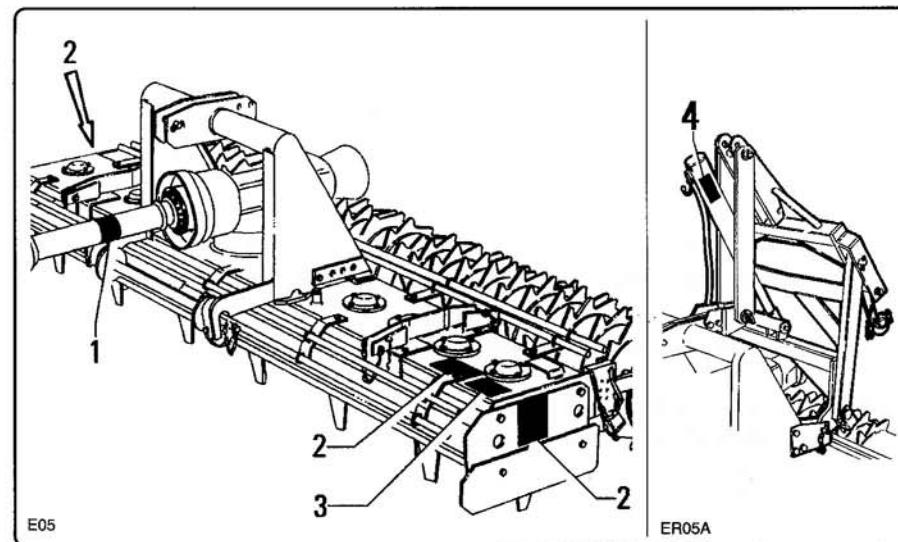

fig. 2.9.1
ricolo (fig. 2.9.1)
#### 2.9 - Warning and danger plates and stickers (fig. 2.9.1)
*Fig. 2.9.1 show the stickers in question.*
#### 2.9- Plaques et étiquettes de recommandation et de danger (fig. 2.9.1)
*Dans la fig. 2.9.1 sont illustrées les plaques présentes sur le broyeur.*
#### 2.9 - Schilder und Aufkleber mit Warn- und Gefahrenhinweisen (Abb. 2.9.1)
*In Abb. 2.9.1 sind die Stellen kenntlich gemacht, an denen die Schilder bzw. Aufkleber, die auf der Maschine vorhanden sind, angebracht sind.*
④